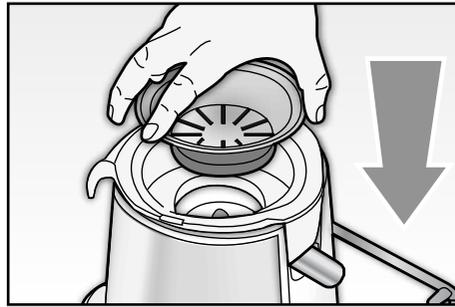
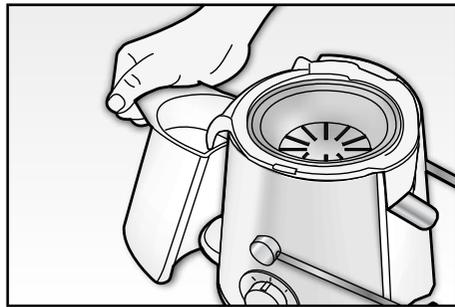

Fig. 3
Fig. 4
- Posizionare il filtro (B) in acciaio inossidabile dentro il portafiltro (C), premendolo leggermente verso il basso e ruotandolo fino a che un click non avverte che il filtro è effettivamente scattato in sede (Fig. 3).
**ATTENZIONE: Il filtro (B) ha delle lame piccole e taglienti che servono a sminuzzare il cibo. Stare molto attenti quando si inserisce il filtro. Rischio di ferirsi!**
- Collocare il raccogliore polpa (H) sotto il lembo posteriore del portafiltro (C) (Fig. 4).
- spegnere l'apparecchio, portando la manopola di accensione (H) su «0» e disconnettere la spina elettrica dalla presa a parete.
- Inclinare leggermente il raccoglitore polpa (H) su di un lato e estrarlo con cautela da sotto il salva polpa.
- Svuotare il raccoglitore polpa (H) e riposizionarlo correttamente sotto il lembo posteriore del portafiltro (C) (Fig. 4).
**NOTA:** Per far in modo che sia più facile pulire il raccoglitore polpa (H), mettere un sacchetto in plastica dentro il raccoglitore stesso. Questa operazione serve anche a evitare che la polpa schizzi in fuori dai bordi del contenitore stesso.
- Ruotare verso il basso la barra di bloccaggio (E) e rimuovere tutti i componenti eseguendo in senso inverso le operazioni descritte in precedenza per l'assemblaggio.